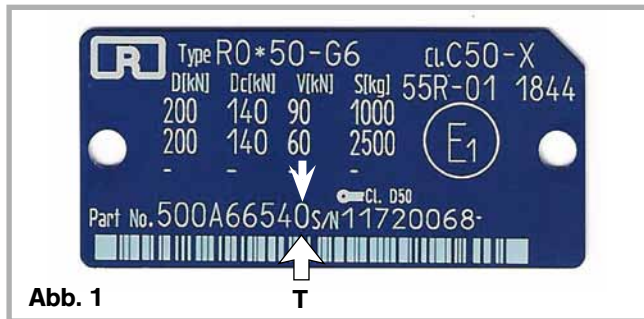

Abb. 1
- die letzte Stelle der Artikel-Nr. = techn. Stand (**T**) siehe Abb. 1